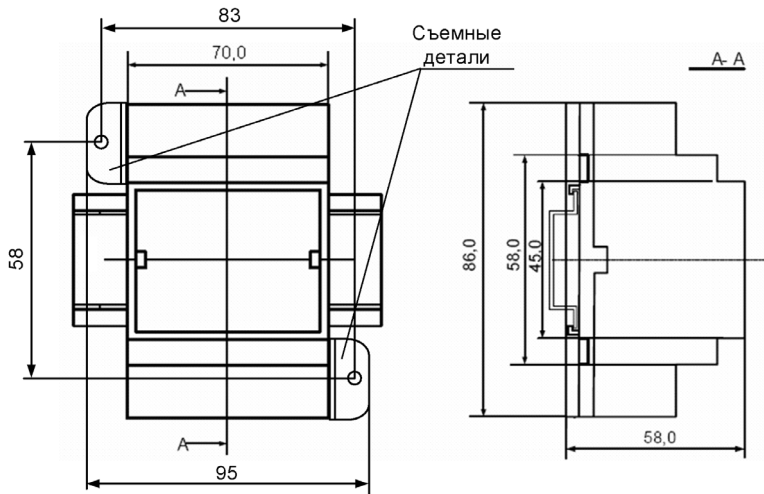

Рисунок 3 – Габаритные и присоединительные размеры блока питания **PSM-36-24**
8.1 Блок питания устанавливается на монтажную шину NS 35/7,5 (NS 35/15) по стандарту DIN в шкафах систем промышленной автоматики (рисунок 2). Возможен монтаж блока на вертикальной панели с помощью винтов (рисунок 3).